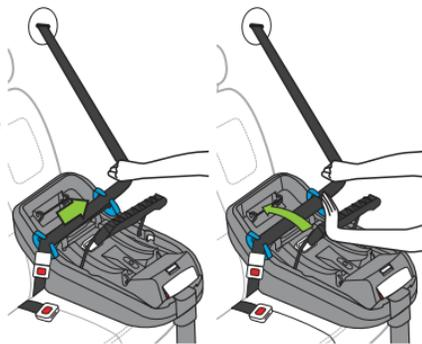

Figure 61a
- Éliminez le mou de la ceinture du véhicule autour de la base en tirant sur la ceinture d'épaule (la partie supérieure de la ceinture sur la base) sur le côté et maintenez-la comme indiqué à la **Figure 61a**.